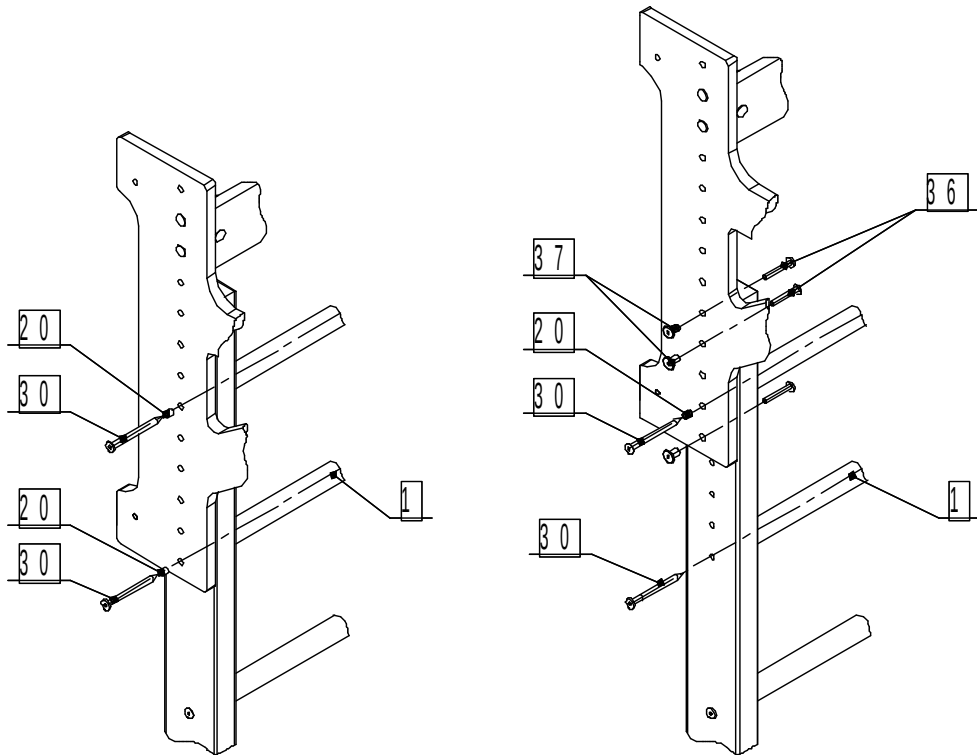
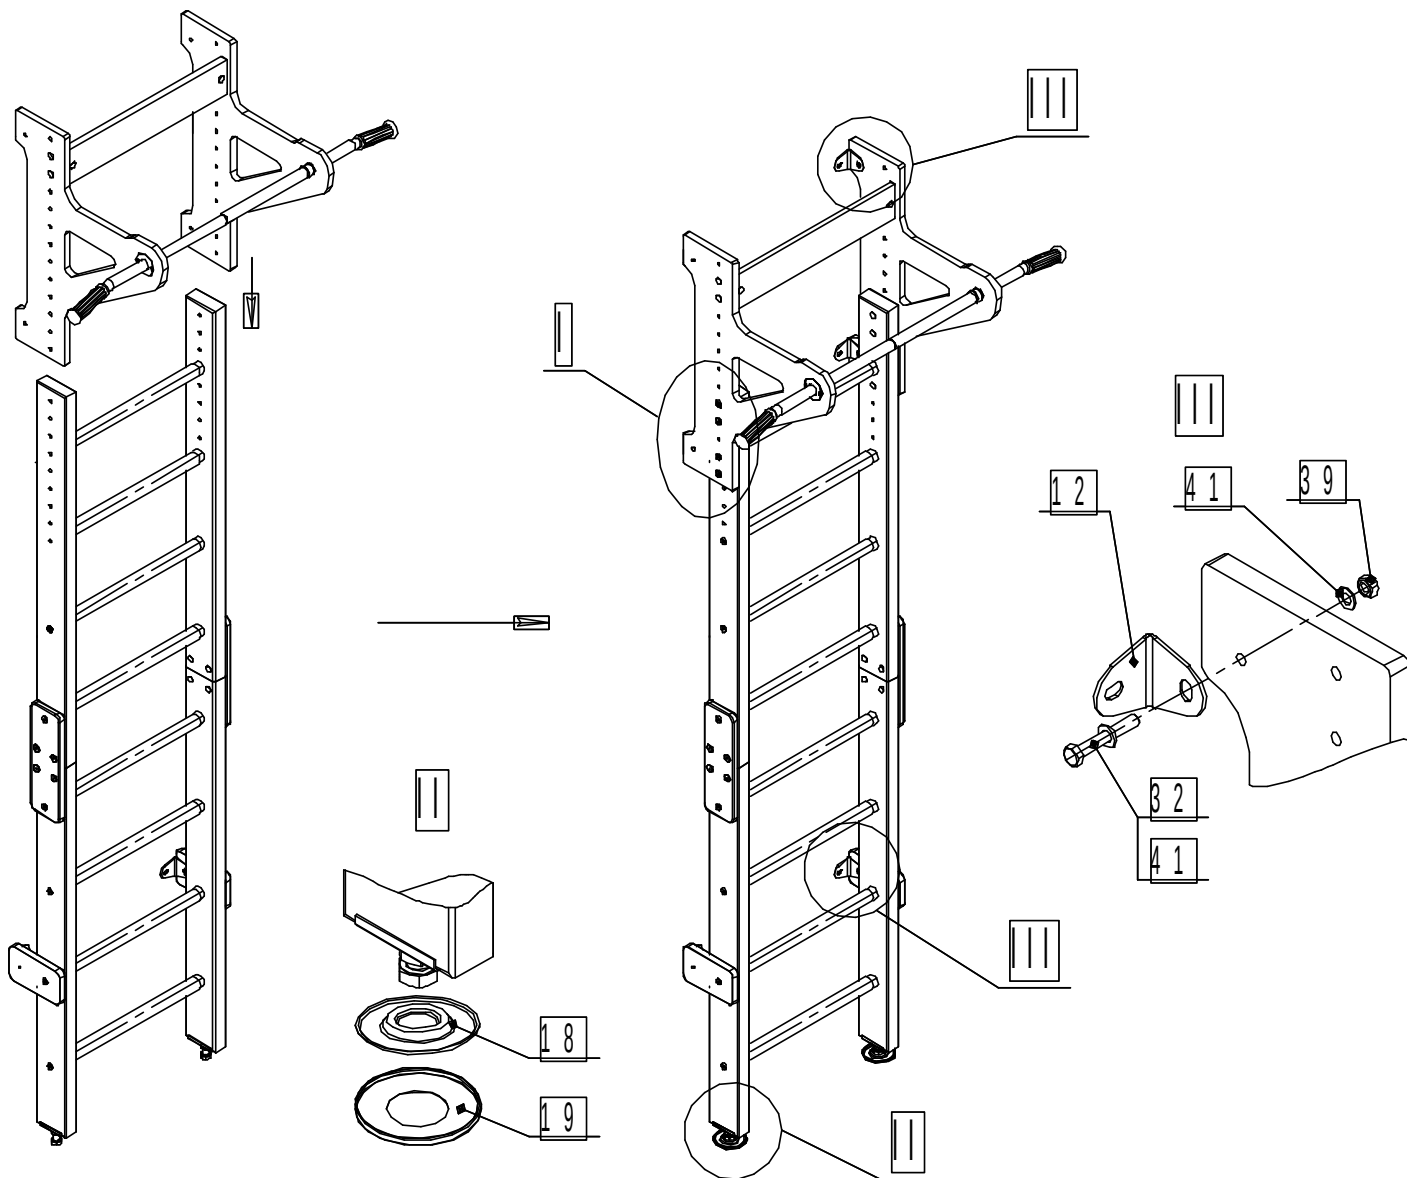

Рис.6
Рис. 8
- I. Установить и закрепить раму (см. рис.8 и рис.6)
- III. Установить кронштейны поз. 12 (рис.8).